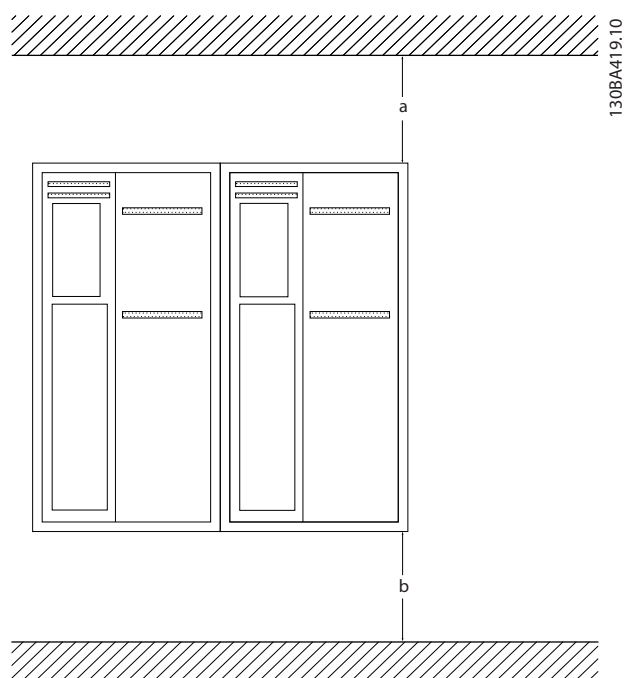

Bild 2.1 Övre och nedre kylningsavstånd
- Se till att kylningsavståndet är tillräckligt både över och under enheten. I allmänhet måste avståndet vara 100–225 mm. I *Bild 2.1* finns avståndskraven